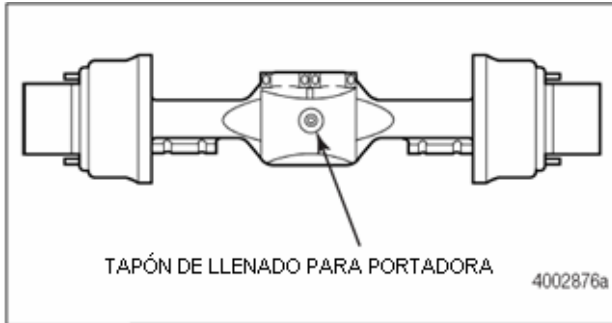

Figura 2.30
- El tapón de llenado de la portadora está localizado en el recipiente de la caja del eje. Figura 2.30.